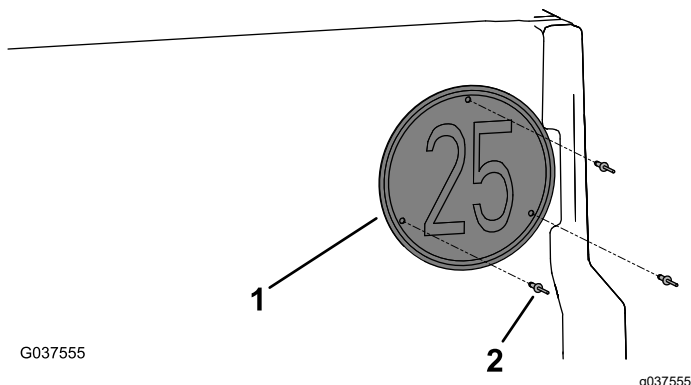

Figura 18
4. Instale a placa de velocidade na porta traseira utilizando três rebites cegos (3/16 x 15/16 pol.) como se mostra na Figura 18.